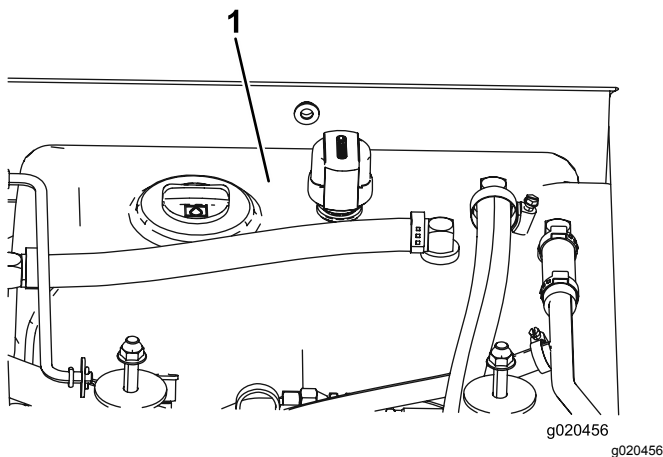

Figura 99
3. Llene el depósito (Figura 99) con aceite hidráulico; consulte Comprobación del aceite hidráulico.